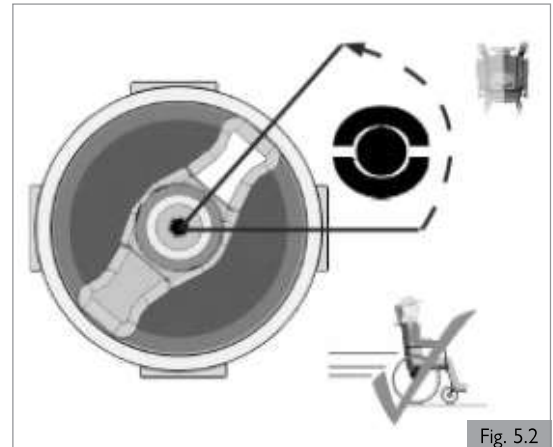

Fig. 5.2
1. Para conducir la silla de ruedas (Fig. 5.2). Posición de 'Conducción': Mientras la silla está apagada, coloque la llave de manera que la palanca de la rueda de conducción quede apuntando hacia arriba.